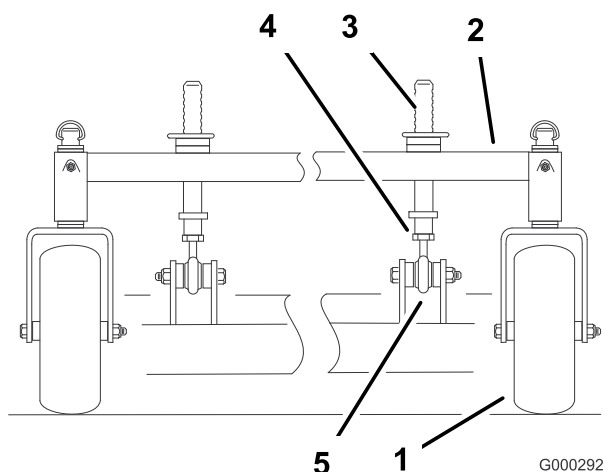

Figura 67
1. Para cambiar la inclinación longitudinal, pueden ajustarse los pilares delanteros de ajuste de altura de corte (Figura 67).
- Para elevar la parte delantera de la plataforma, afloje la contratuercas y haga girar el pilar delantero en el sentido de las agujas del reloj (Figura 67).
- Para bajar la parte delantera de la plataforma, afloje la contratuercas y haga girar el pilar delantero en el sentido contrario de las agujas del reloj (Figura 67).
- Apriete las contratuercas (Figura 67).